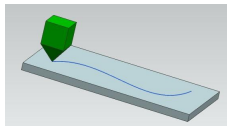

рис.60
•Сначала выполните простой учебный пример (рис.60, 61). Необходимые детали возьмите в директории *Prim_Point_on_Curve*. В этом примере всего два тела: серая основа с некоторой кривой на поверхности, и зеленая призма. Заостренная вершина призмы должна пройти строго по заданной кривой.